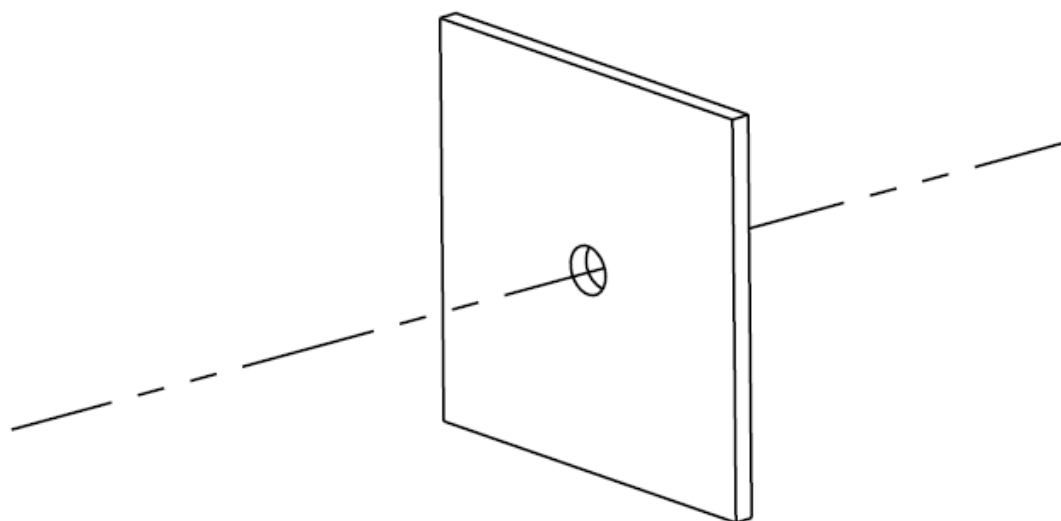

図 4-51 表面上のドリル
1. 取り付け面をドリルします。図 4-51 に示すように。